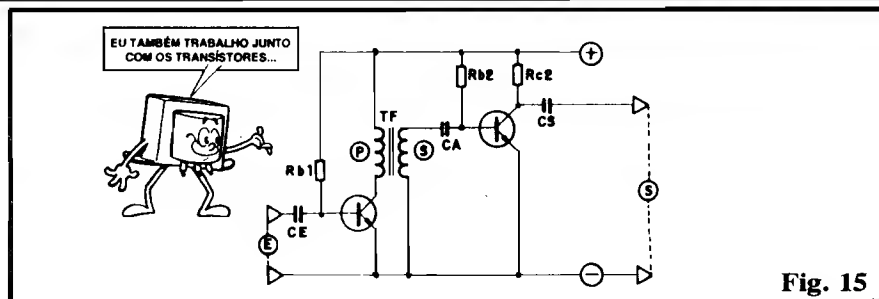

Fig. 15
- **FIG. 15** - Acoplamento a transformador - Na 4ª "Aula" do ABC já vimos que num transformador, pelo fenômeno da INDUÇÃO eletromagnética, os sinais elétricos (transições da tensão e da corrente...) podem ser "transferidos", de um enrolamento (primário, ou "P") para o outro (secundário, ou "S"...). Como podemos calcular com precisão as impedâncias e resistências ôhmicas dos dois enrolamentos, não é difícil dimensionar a coisa de modo que o enrolamento primário funcione como "carga" de **coletor** do primeiro transistor, enquanto que o secundário apresente os sinais nele induzidos, à **base** do segundo transistor (via capacitor de acoplamento e isolamento CA...). Circuitos muito específicos usam, frequentemente, essa configuração, já que através de um cuidadoso cálculo do próprio transformador, podemos "casar" com grande precisão as impedâncias, adequando também os valores do circuito às frequências dos sinais